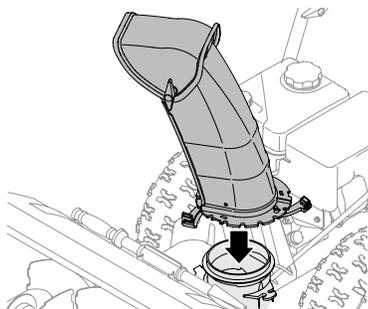

Figure 2-9
1. Placez la goulotte sur la base. Voir Figure 2-9.